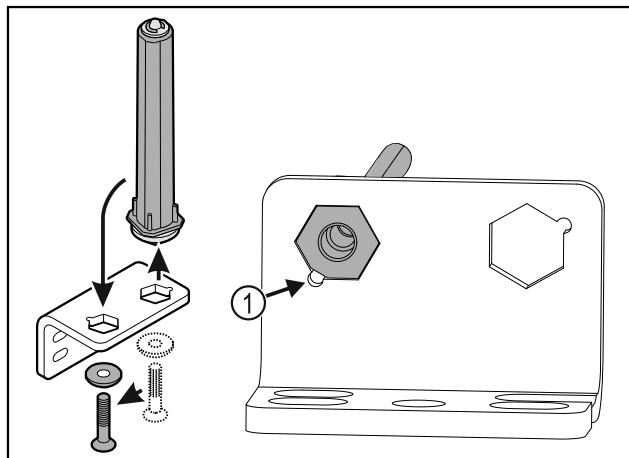

Fig. 36
- Atkreipkite dėmesį į tai, kad istatant nuožulni kaiščio pusę Fig. 36 (1) nukreipta į apvalią skylę.